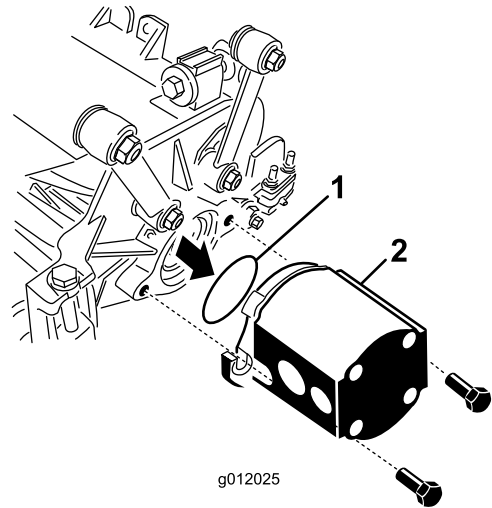

Figure 24
5. Placez le joint torique (fourni avec le plateau de coupe) sur le flasque du moteur d'entraînement (Figure 24).